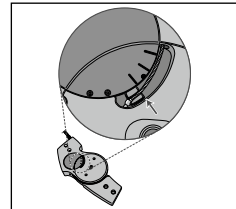

Fig. 5
3. Controleer na het verwijderen van de afdekplaat of de bovenzijde van de hevel (met daarin de satellietkabel) parallel staat met de onderste van de drie streepjes op de functie unit (zie fig. 5).
12. Controleer nogmaals de juiste positie (Modus 3) van de hevel in de functie unit het scharnier (**zie fig. 5**).